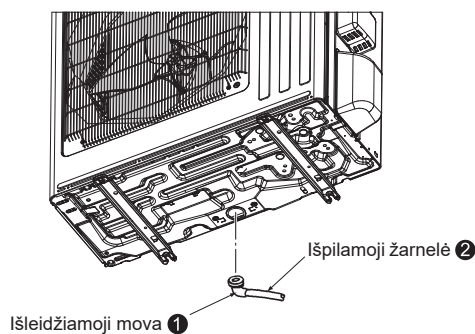

Fig. 4-1
4. Išorinio įrenginio drenažinių vamzdelių formavimas (Fig. 4-1)